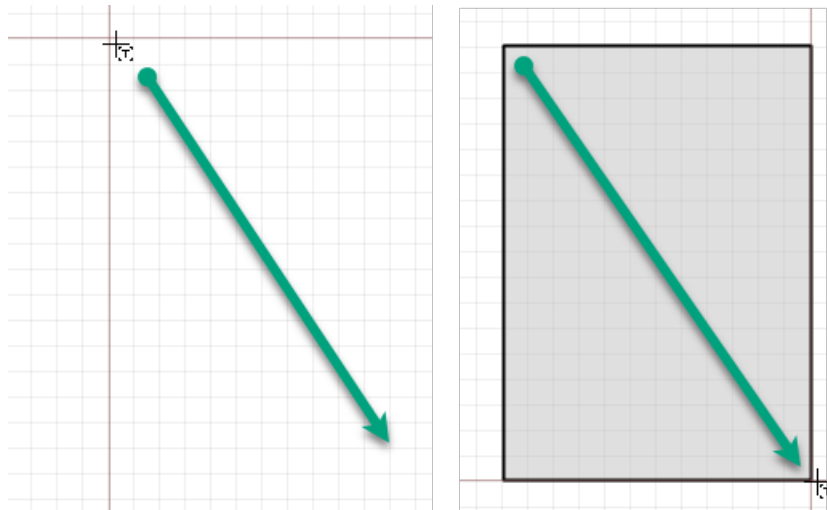

Рис. 72 Размещение колонки текста отчетов
3. Переместите курсор, Рис. 72.